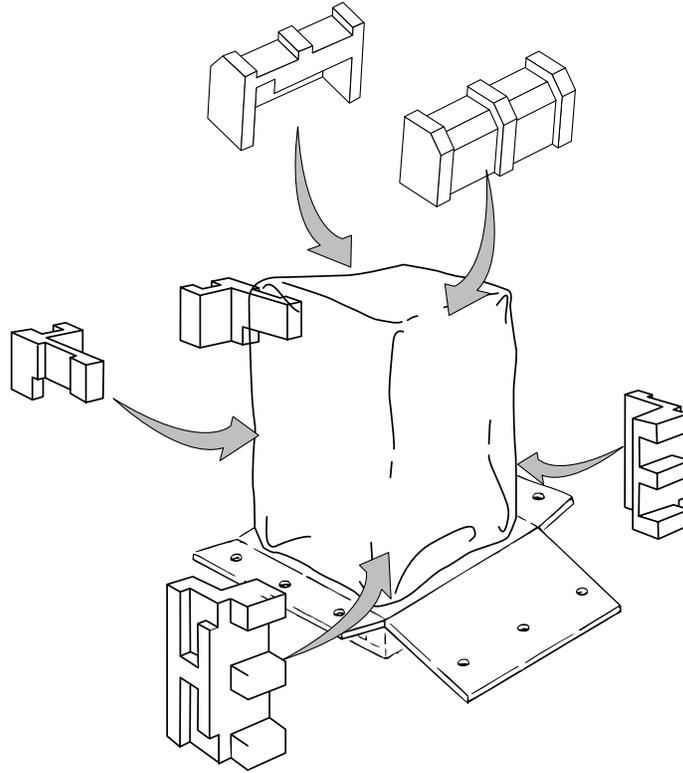

Abbildung A-17 Styroporblöcke und Plastikabdeckung wieder anbringen
7. Bringen Sie die Nylonabdeckung und die vier Styroporblöcke wieder an (siehe Abbildung A-17).